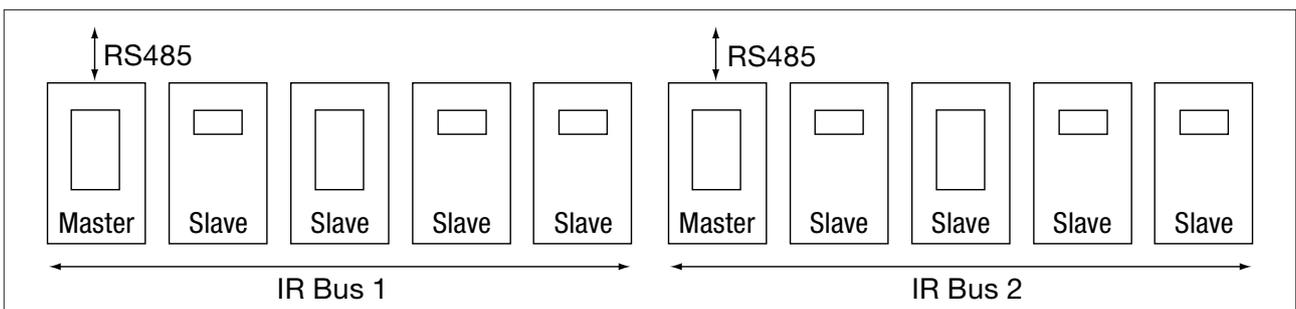

Bild 29: Anordnung mehrere Master
**Automatische Verkalkungs-Erkennung:** Eine automatische Verkalkungs-Erkennung (UK Patent 2297843) ermöglicht die Leitfähigkeitselektrode CP32. Dazu müssen beide Elektroden der CP32 korrekt eingebaut und angeschlossen sein. Wenn diese Funktion ausgewählt wurde, wird der Widerstand der Elektrode kontrolliert. Wurde im Untermenü INPUT-TDS-SENSOR-FLT Mode „CLEAN“ oder „AL + CLEAN“ ausgewählt, so wird die Reinigungszeit automatisch auf 10 Minuten gesetzt und die Reinigung solange durchgeführt, bis die Elektrode entkalkt ist, siehe Bild 29.
Es können zwei oder mehr IR-Busse in einem Schaltschrank eingesetzt werden. Die Master ignorieren sich, siehe Bild 29.